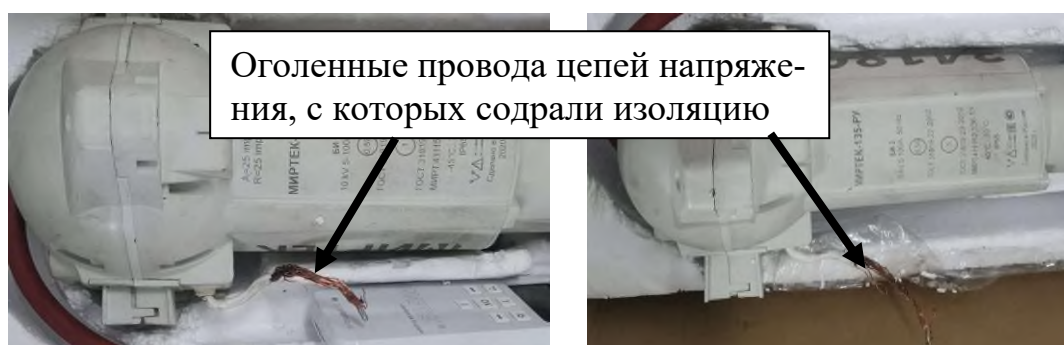

Рис. 23 – Недопустимая порча изоляции провода цепи напряжения БИ 1 и БИ 2
6.1. Открутить гайки на зажимах, обеспечивающих подключение цепей напряжения прибора к фазным проводам линии. При этом зажимы для повторного использования не предусмотрен. Зажимы являются расходным материалом и рассчитаны на однократное подключение. В то время, как провод цепей напряжения является частью конструкции прибора. Поэтому снимать зажим с провода цепей напряжения прибора необходимо, полностью раскрыв зажим, и аккуратно сняв его с провода, не повреждая изоляцию провода (при этом на изоляции останутся небольшие проколы) (рис.23).